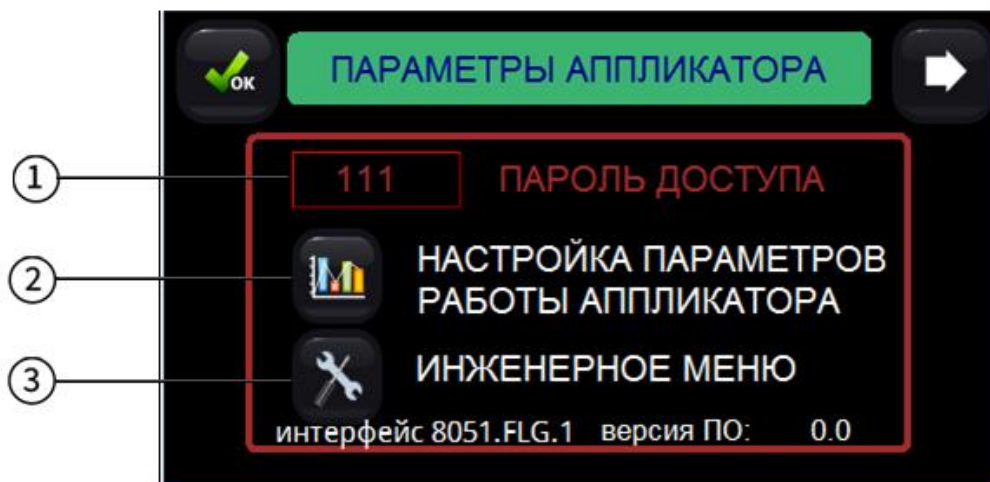

Рисунок 9 Экран " Параметры аппликатора"
Переход в экраны по кнопке «Настройка параметров работы аппликатора» (2) (Рисунок 9).
Переход в экраны по кнопке «Инженерное меню» (3) (Рисунок 9).